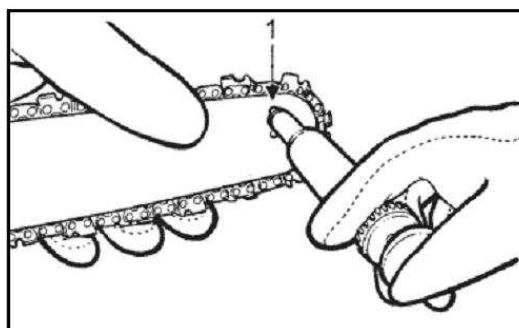

Fig.16
- 2 - Pulire il buco di lubrificazione all'estremità della guida catena (dei due lati) (vedere 1- figure 16).